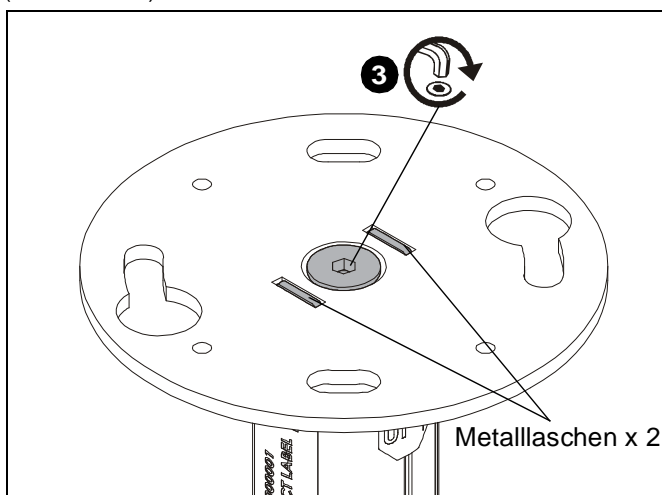

Abbildung 2
3. Ziehen Sie die Schraube auf der Platte des CPA116 an, um die Platte vollständig am Stiftverbinder zu fixieren. (Siehe Abb. 2)
WICHTIG! Stellen Sie sicher, dass die Metalllaschen nach dem Anziehen der Schraube deutlich sichtbar sind, um eine sichere Befestigung zu gewährleisten. (Siehe Abb. 2)